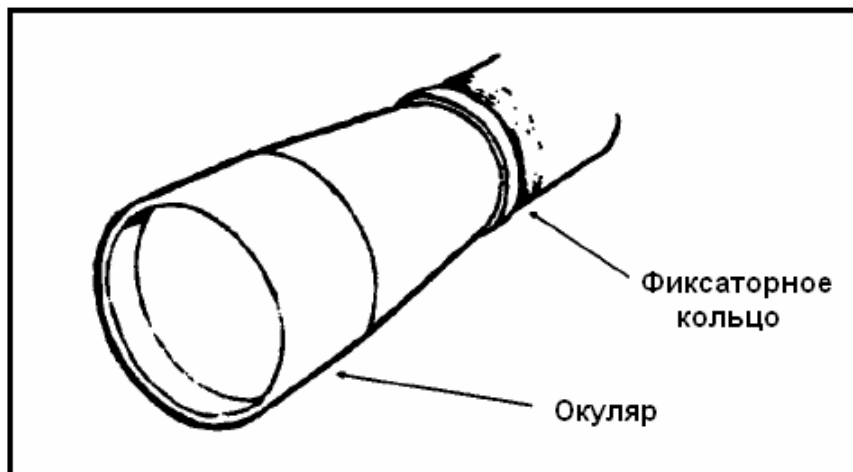

Рис. 2-19. Регулировка окуляра.
(4) **Регулировка окуляра.** Окуляр (рис. 2-19) регулируется путем поворота по или против часовой стрелки, позволяя обеспечить четкое изображение в прицеле. Регулировка должна проводиться после установки прицела на винтовку. Снайпер должен взять окуляр рукой и оттянуть его от фиксаторного кольца. Не надо пытаться вначале освободить фиксаторное кольцо; оно освободится автоматически при оттягивании окуляра (при этом не требуется никаких инструментов). Окуляр поворачивается несколько раз, чтобы его продольное перемещение составляло не менее 1/8 дюйма. Это приводит к видимому эффекту при изменении фокуса прибора. Снайпер смотрит через прицел на небо или белую стену и проверяет, чтобы прицельная сетка была видна четко и ясно. После регулировки он затягивает фиксаторное кольцо.